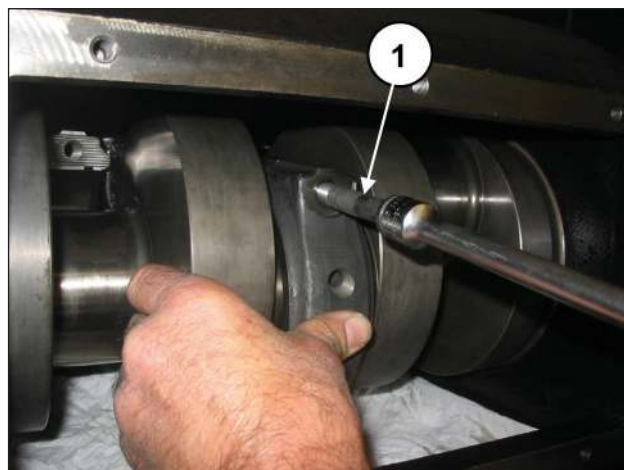

图60
使用M12x1.25x87螺丝（部件号①, 图60）将连杆帽固定到半连杆上。